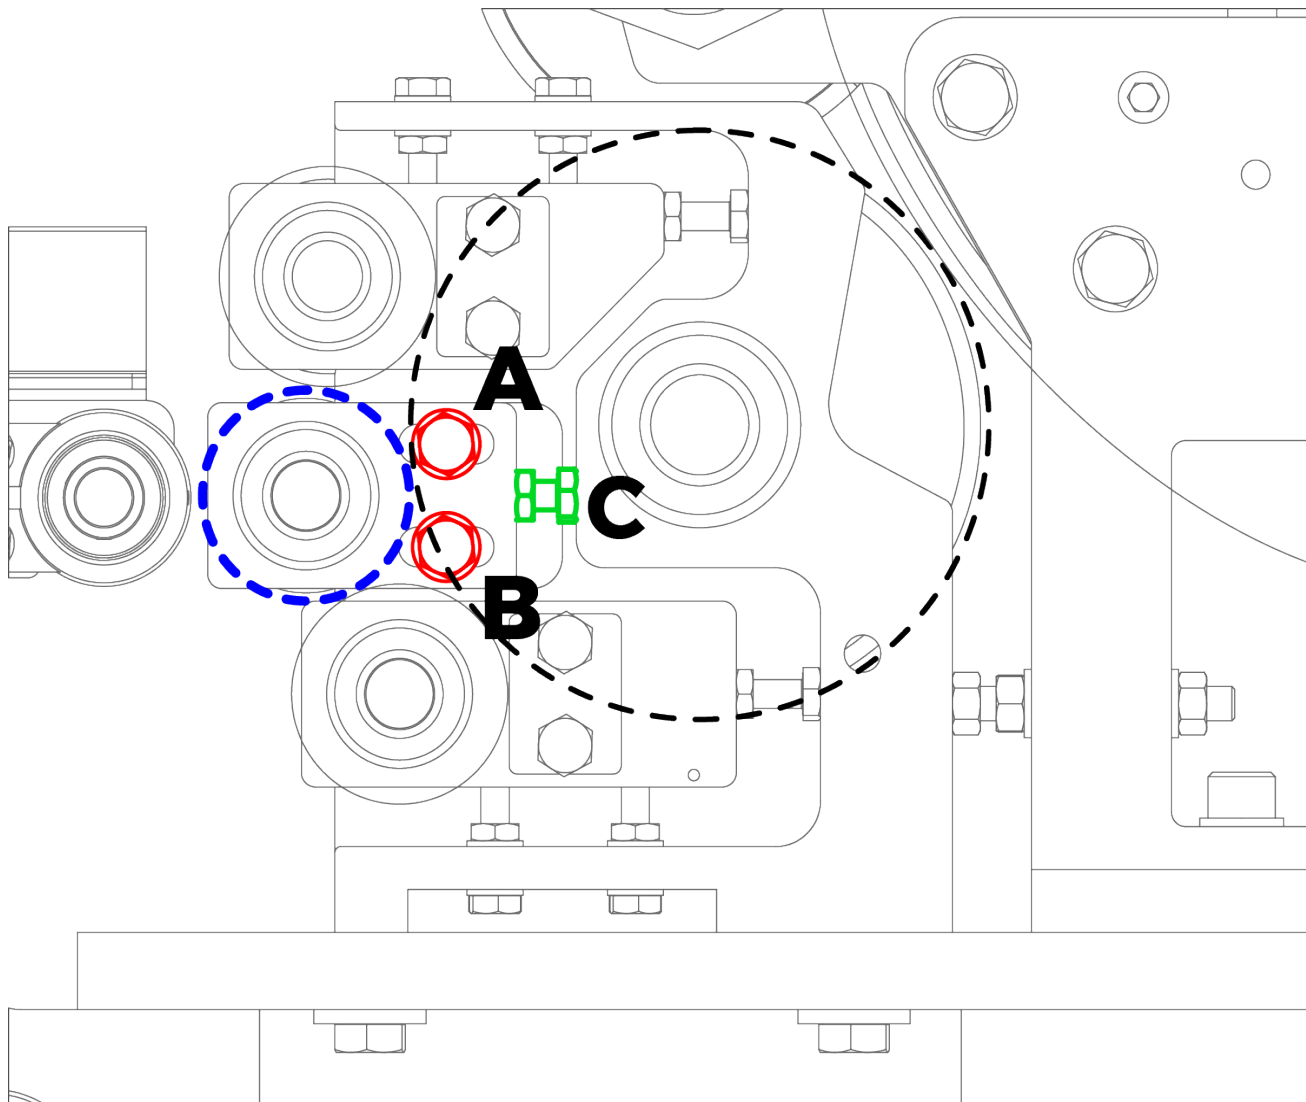

Figura 6.3.5 – Registrazione del rullo centrale del gruppo di entrata
Dopo aver registrato il rullo maggiore del gruppo di entrata è necessario posizionare correttamente il rullo minore centrale (evidenziato in **blu** nella Figura 6.3.5).
- Allentare le due viti di bloccaggio su entrambi i lati (simboli **A** e **B** nella Figura 6.3.5)
- Regolare la distanza agendo sulle viti di registro (simbolo **C** nella Figura 6.3.5).
- Dopo aver impostato la corretta distanza su entrambi i lati del rullo serrare le viti di bloccaggio (simboli **A** e **B** nella Figura 6.3.5).
- Serrare i dadi e i controdadi delle viti di registro (simbolo **C** nella Figura 6.3.5).